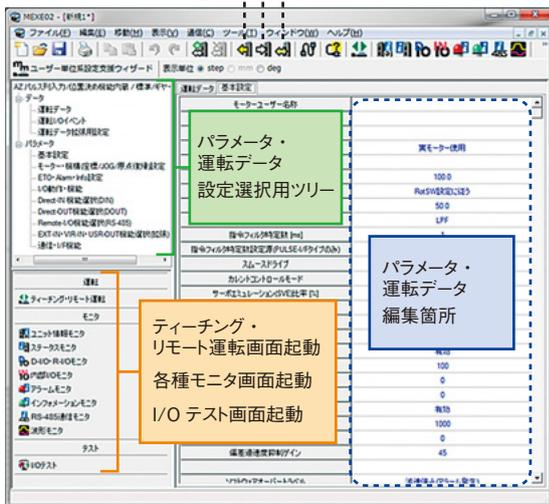

図8 基本操作画面
**MEXE02**を起動すると図7のような画面が表示されます。新規作成から**AZ**シリーズを選択するか、**AZ**シリーズのドライバ(以下、**AZD**ドライバ)がある場合は、電源投入状態でUSB接続後(未設定の場合は通信ポートの設定の後)、**AZD**ドライバからデータを吸い出すことで、図8に示す基本操作の画面となります。